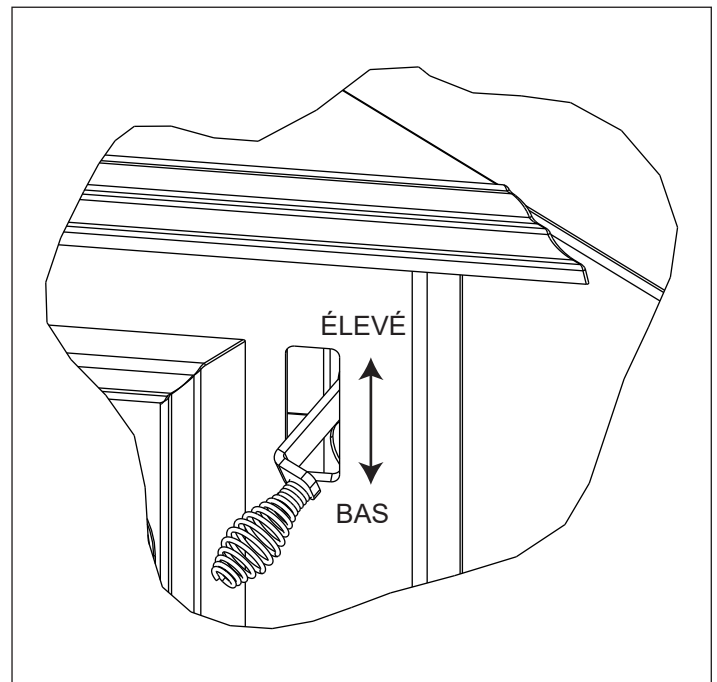

Figure 12.1 Réglages de l'air
- Si la commande est tout en haut, elle est sur le réglage maximum; si elle est tout en bas, elle est sur le réglage minimum. **Figure 12.1.**
2. Suivez les instructions du taux de combustion et consultez la **figure 12.1.**